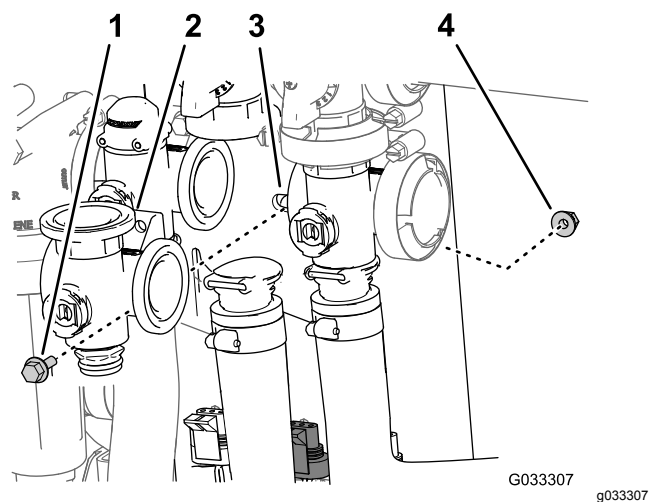

Рисунок 65
- Отверните болт с фланцевой головкой и фланцевую контргайку, которые крепят клапан перемешивания к опоре крепления клапанов, и снимите коллектор клапана с машины (Рисунок 65).